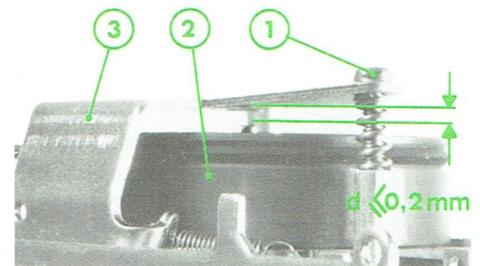

Fig. 6
A. RÉGLAGE DU JEU AXIAL DU VOLANT (Fig. 6)
- Vérifier à l'aide d'un jeu de cales, l'écart entre le support du palier inférieur (3) et l'axe du volant (2). Vous devez trouver :